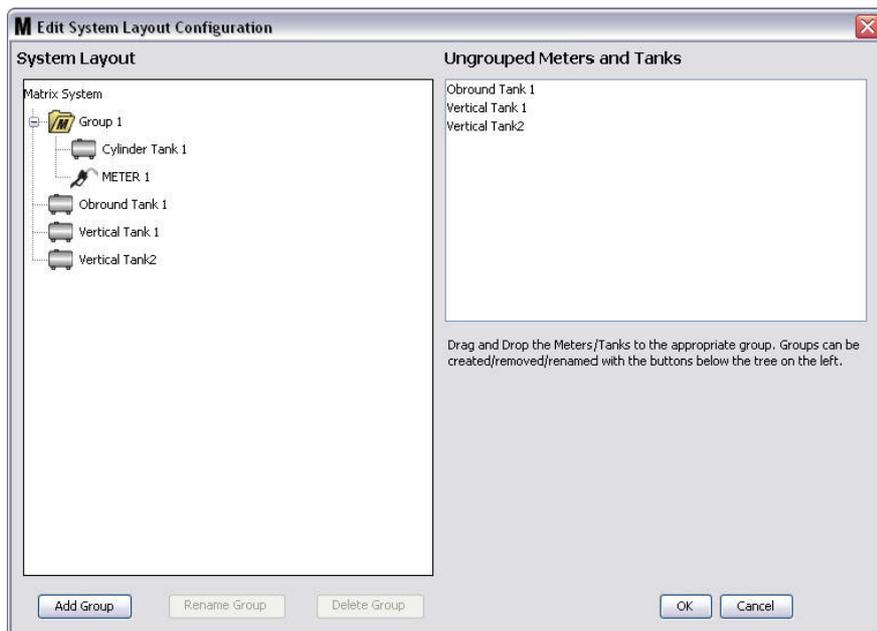

ABB. 95
7. Die ausgewählten Tanks und Zähler erscheinen nun unter dem Ordnersymbol auf der Matrix-Systemseite, wie in ABB. 95 gezeigt.
9. Um eine Gruppe umzubenennen, wählen Sie mithilfe der Maus den Gruppenordner auf der Matrix-Systemseite des Fensters aus. Klicken Sie auf die Schaltfläche „Gruppe umbenennen“ (ABB. 95).
10. Um eine Gruppe zu löschen, wählen Sie mithilfe der Maus den Gruppenordner auf der Matrix-Systemseite des Fensters aus. Klicken Sie auf die Schaltfläche „Gruppe löschen“ (ABB. 95).